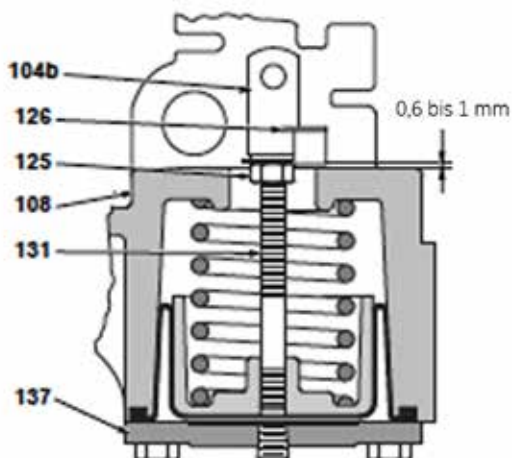

Abbildung 14 - Einstellung des Kolbenstangengabelstücks (104b).
4.1.2 Einstellung des Kolbenstangen-Gabelstücks VariPak 28002 Stellventil mit stufenlos regulierbarem Durchfluss-Koeffizient C_v (Abb. 14 und 27)